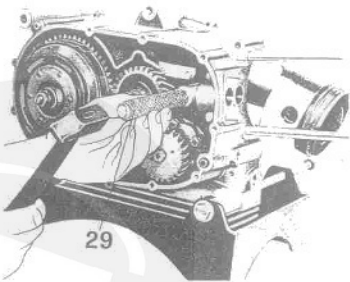

Fig. 81
- la boccola per albero distribuzione adoperare apposito punzone n° 10907800 (29 di fig. 81) completa di anellino di tenuta;